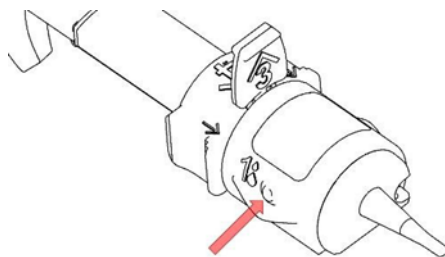

Fig. 1
3. Introduza totalmente a cânula (23G) de uma seringa cheia de material viscoelástico na pequena abertura indicada '1' (Fig. 1), mantendo uma ligeira pressão na ponta da cânula. Injecte a solução viscoelástica dispersiva (de preferência HPMC), pela abertura. A quantidade de fluido viscoso é suficiente a partir do momento que os dois fluxos (gotas) de solução viscoelástica se encontram no topo da lente (tornam-se confluentes).